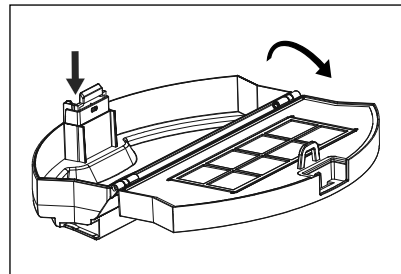

Abb. 8
- 2) Drücken Sie die Entriegelungstaste **15** des Staubbehälters **15** und klappen Sie ihn auf (siehe Abb. 8).